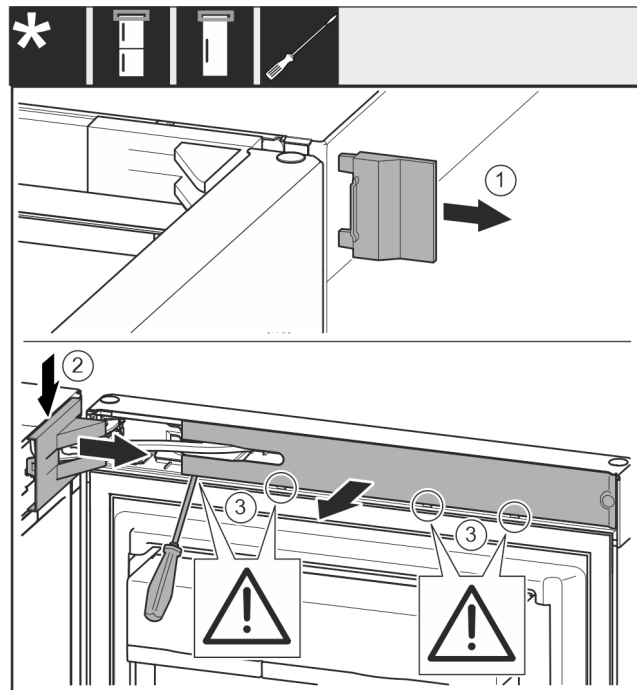

Fig. 8
- Hiqni kapakun mbulues të jashtëm. Fig. 8 (1)
- Nxirni nga foleja kapakun mbulues të bazamentit mbështetës dhe lirojeni. Hiqni kapakun mbulues të bazamentit mbështetës. Fig. 8 (2)
- Nxirni nga foleja shiritin mbulues me një kaçavidë dhe shtyjeni anash. Fig. 8 (3)